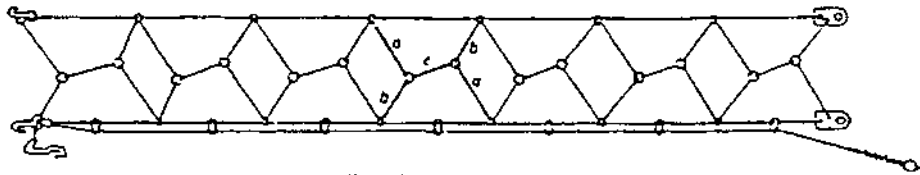

figura 2 - Struttura delle maglie della catena campione
- A.1.3** La struttura delle maglie deve essere quella indicata in Figura 2. Il numero totale di rombi, cioè delle figure geometriche individuate da due lati di lunghezza a e due di lunghezza b , che si formano quando la catena è montata sul pneumatico deve essere 7.
- A.1.4** Con riferimento alla Figura 2, il Prospetto 1 fornisce un esempio, puramente indicativo, di dimensionamento della catena campione in funzione di alcune misure di riferimento di pneumatici che potrebbero essere utilizzati per le prove di comparazione di cui in 6.2.4 e 6.2.5. Se i pneumatici montati sull'autovettura di prova sono di misura differente da quelle elencate in Prospetto 1, dovrà essere scelta una catena campione avente dimensioni appropriate, anche diverse da quelle elencate in Prospetto 1.